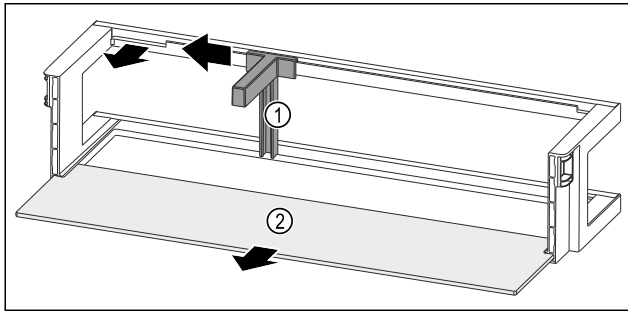

Fig. 93 Półka w drzwiach z uchwytem butelek i półką
- ▶ Przesunąć uchwyt butelek Fig. 93 (1) na bok do zagłębienia.
- ▶ Wyjąć uchwyt butelek Fig. 93 (1).
- ▶ Wyjąć półkę Fig. 93 (2).